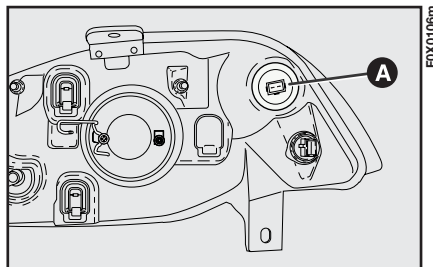

fig. 125
- rimuovere il gruppo portalamпада A-fig. 125 ruotandolo in senso antiorario;